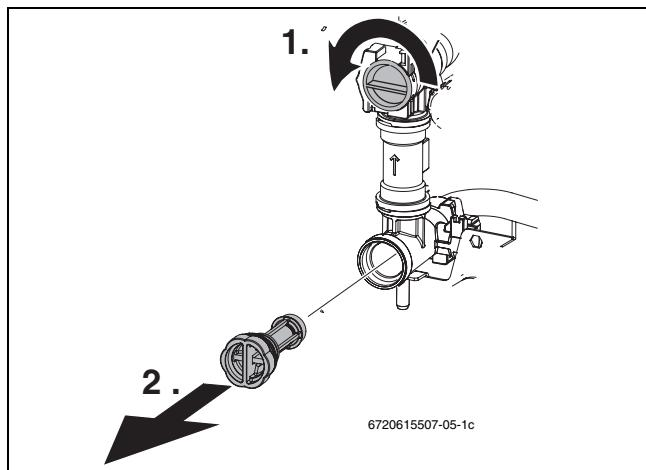

Fig. 45
- ▶ Contrôler l'encrassement du filtre à l'entrée eau froide sanitaire (→ fig 45).